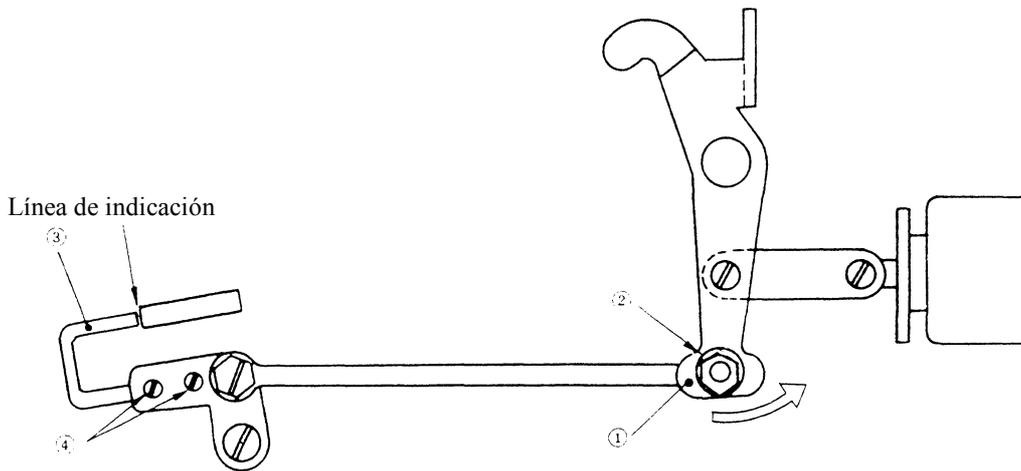

Fig. 27
Si la desmotadora tira - hilos ③ (Fig. 27) entra sin presión en la caja de la bobina cuando se esté cortando el hilo, la bobina no girará, y el hilo de la bobina estará muy corto y provocará que la aguja se salte algunas puntadas al comenzar a coser. Si por el contrario, la desmotadora tira - hilos entra en la caja de la bobina con mucha presión, la orilla del hilo se saldrá de la desmotadora tira - hilos cuando se esté cortando el hilo. En consecuencia, el hilo restante en la aguja después del corte de hilo queda muy corto, provocando que el hilo se deshenebre de la aguja.
Con el disco del embrague ① (Fig. 27) presionado como indica la flecha (hacia la derecha), haga el ajuste para que el hilo de la bobina se pueda jalar fácilmente.
Después de aflojar los tornillos ④ (Fig. 27) hay que ajustarlos de manera que la punta de la desmotadora tira-hilos sujetador de disparo de la bobinadora esté en la posición que se muestra en la Fig. 28. Mueva el tope ② (Fig. 27) para ajustar la entrada de la desmotadora tira - hilos en la caja de la bobina. Después de haber hecho este ajuste, vuelva a apretar la tuerca del tope.